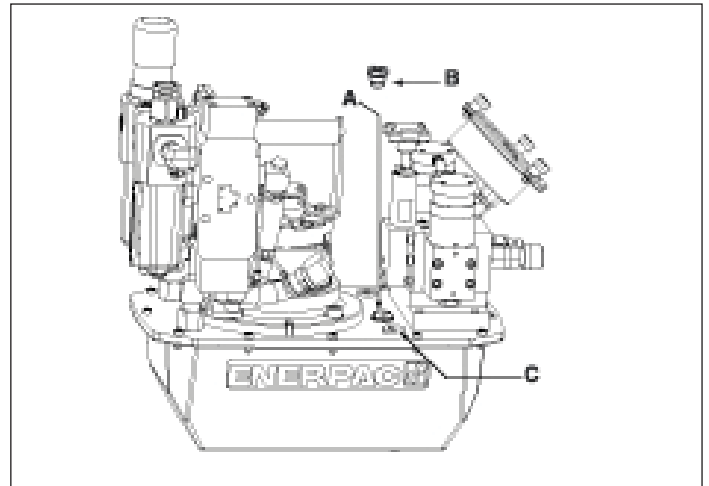
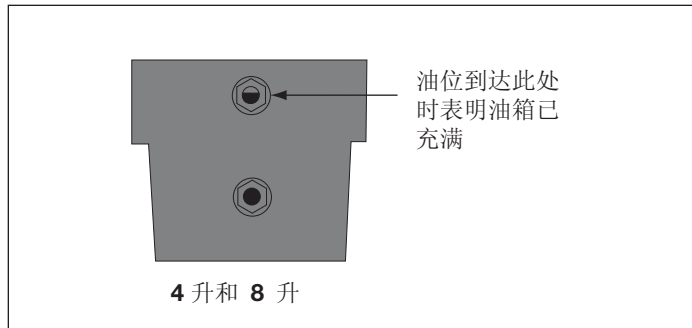

图 2 - ZA4T 通气装置安装图
图 4
4.1 油箱通气管帽（见图 2）
启动前检查泵的油位，必要时，从盖板上拔掉 SAE #10 塞，然后给泵加油（见图 2）。当油位到达观察孔顶部时，就表明油箱已充满。（图 4）